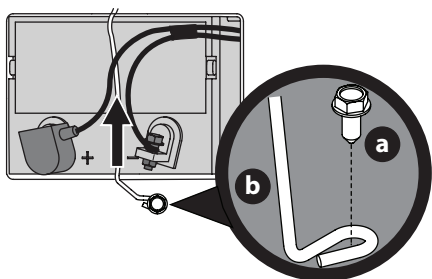

Figura 15
3. Extraiga el tornillo de cabeza hexagonal con arandela (a) que sujeta la barra de sujeción de la batería al marco (b). Luego levante la barra de sujeción (b) de la batería para liberar la batería (Figura 15).